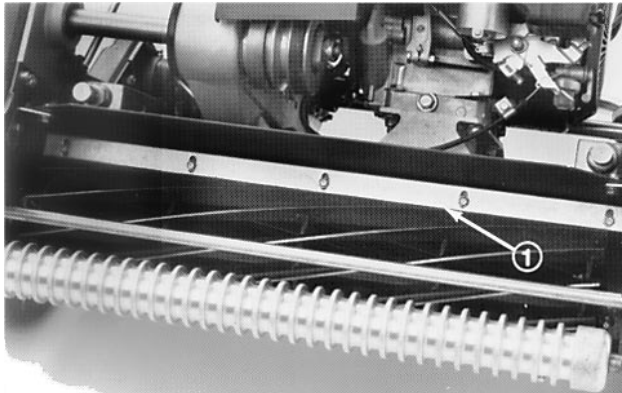

Bild 10
1. Die Schrauben lockern, mit denen die obere Leiste (Bild 10) an der Mähspindel abgesichert ist. Eine 1,5 mm Fühlerlehre zwischen der Oberseite der Spindel und der Leiste einführen und die Schrauben festziehen. Sicherstellen, daß Leiste und Spindel über die gesamte Spindelbreite im gleichen Abstand sind.